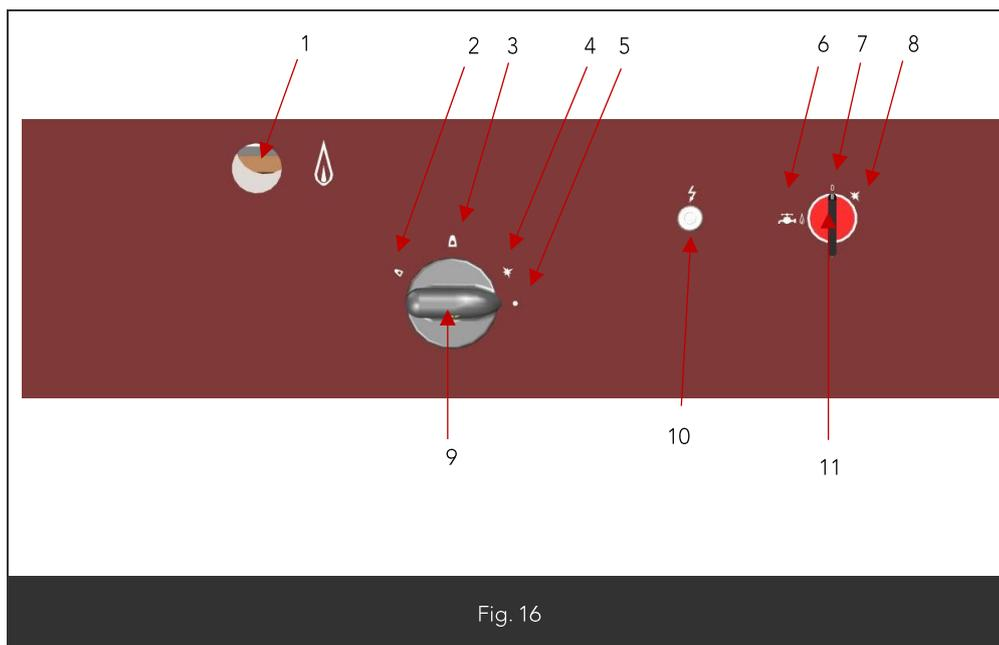

Fig. 16
- Mettre l'appareil sous tension le voyant blanc est allumé. (Fig16 Rep10)
- Appuyer sur la manette gaz (Fig16 Rep9) sur la position allumage/veilleuse (Fig16 Rep4) et de façon simultanée tourner la manette du commutateur (Fig16 Rep11) sur la position allumage (Fig16 Rep8)
- Une fois la veilleuse allumée, tourner le commutateur (Fig16 Rep11) sur la position souhaitée.
- Pour faire circuler l'eau dans la gorge périphérique, tourner le commutateur sur la position  (Fig16 Rep6).